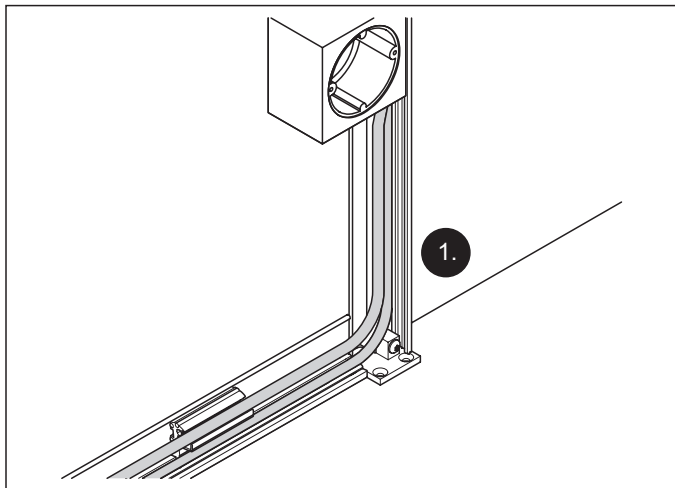

Abb. 13 Beispiel für eine verlegte Leitung gemäß der geplanten Leitungsführung durch die Fixierer im Zargensystem
1. Die Leitung gemäß der geplanten Leitungsführung z. B. durch das Aufnahmeprofil und das Zargensystem verlegen (Abb. 13).